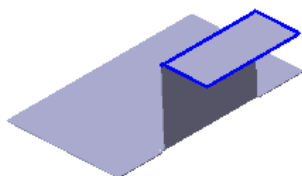
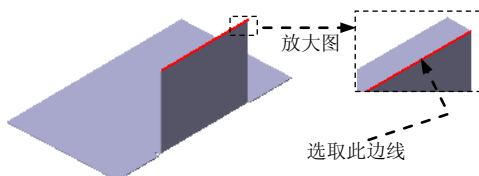
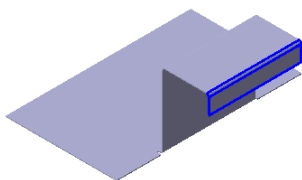
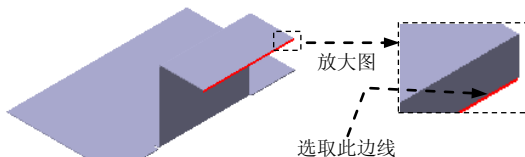

图 8.9.8 弯边特征 2
图 8.9.9 定义附着边
图 8.9.10 弯边特征 3
图 8.9.11 定义附着边
(5) 定义弯边属性及参数。单击“弯边选项”按钮，取消选中 ☐ 使用默认值* 复选框，在其“折弯半径(R)”文本框中输入值 2.0；选中 ☒ 折弯止裂口(E) 复选框和 ☒ 圆形(E) 单选项；单击按钮。
(6) 单击按钮，完成特征的创建。
Step4. 创建图 8.9.8 所示的弯边特征 2。
(1) 选择命令。单击“主页”功能选项卡“钣金”工具栏中的“弯边”按钮.
(2) 定义附着边。选取图 8.9.9 所示的模型边线为附着边。
(3) 定义弯边类型。在命令条中单击“完全宽度”按钮; 在“距离”文本框中输入值 50, 在“角度”文本框中输入值 90, 单击“内部尺寸标注”按钮和“材料外侧”按钮; 调整弯边侧方向向外, 如图 8.9.8 所示。
(4) 定义弯边属性及参数。单击“弯边选项”按钮, 取消选中 ☐ “使用默认值*” 复选框, 在其“折弯半径(R)”文本框中输入值 2.0, 单击  按钮。
(5) 单击  按钮, 完成特征的创建。
Step5. 创建图 8.9.10 所示的弯边特征 3。
(2) 定义附着边。选取图 8.9.11 所示的模型边线为附着边。
(3) 定义弯边类型。在命令条中单击“完全宽度”按钮; 在“距离”文本框中输入值 20, 在“角度”文本框中输入值 90, 单击“内部尺寸标注”按钮和“材料外侧”按钮; 调整弯边侧方向向下, 如图 8.9.10 所示。